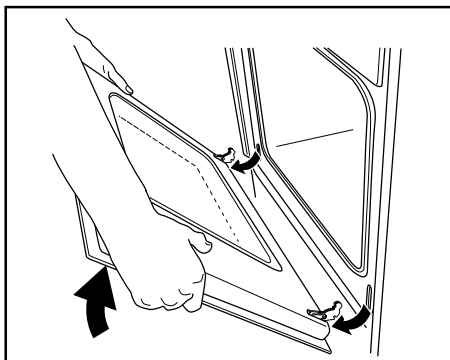

Abb. 9
- 4) fassen Sie die Tür an den beiden Außenkanten und schließen Sie die Tür nur ca. 45° (Abb. 9);
- 5) ziehen Sie die Tür nach vorne aus ihrem Sitz (Abb. 9);